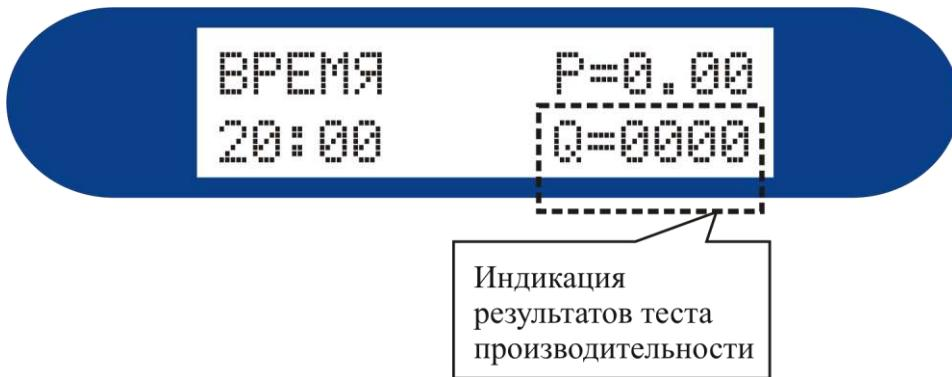

Рисунок 8
5. Нажатием кнопки ➤ выставьте в правом нижнем углу индикатора установки тест производительности (рисунок 8).